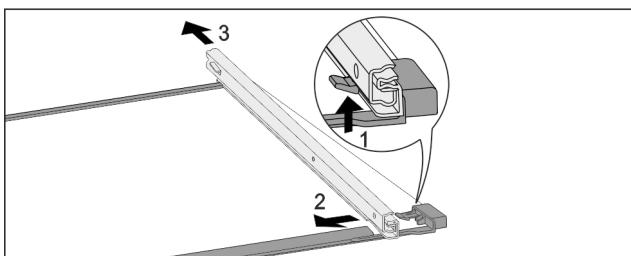

Fig. 190 Скляна пластина з рейками
- ▶ Натиснути передній гачок-фікатор вгору. Fig. 190 (1)
- ▶ Виштовхніть вільну рейку в сторону Fig. 190 (2) та назад Fig. 190 (3).